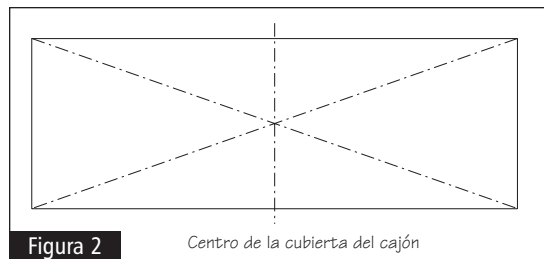

Figura 2
- 2** En la parte posterior de la cubierta del cajón, dibuje una línea diagonal de una esquina a otra, en 2 lugares. Dibuje una línea en la intersección para ubicar el centro de la cubierta del cajón, tal como se muestra. Vea la figura 2.